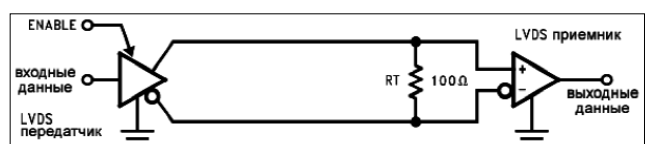

Рис. 2
При подключении интерфейса LVDS «точка-точка» (рис. 2) согласующий резистор в 100 Ом располагает-
- Изменение дифференциального выходного напряжения при R_L = 100 Ом (рис. 2): ≤35 мВ